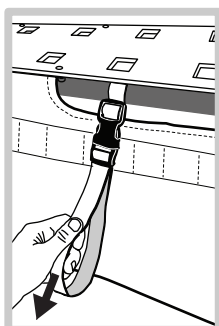

Figure 13
8. Serrez les extrémités des sangles de manière à ce que l'avant du rabat touche presque le plateau (figures 13, 14).